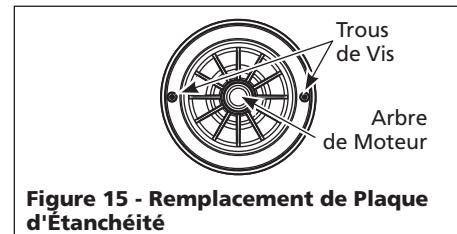

Figure 15 - Remplacement de Plaque d'Etanchéité
2. Glisser la plaque d'étanchéité soigneusement par dessus l'arbre afin de ne pas bouger la position du joint dans la plaque d'étanchéité. La plaque doit être orientée pendant le montage pour aligner les deux trous sur une ligne horizontale à travers l'arbre de moteur et les (4) chevilles de repérage sur le dos de la plaque avec les attaches sur le carter de moteur (Figure 15). Ce placement assure le vidange et l'amorçage correct.